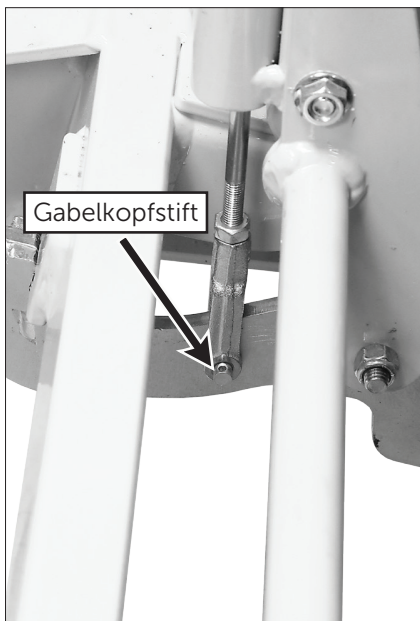
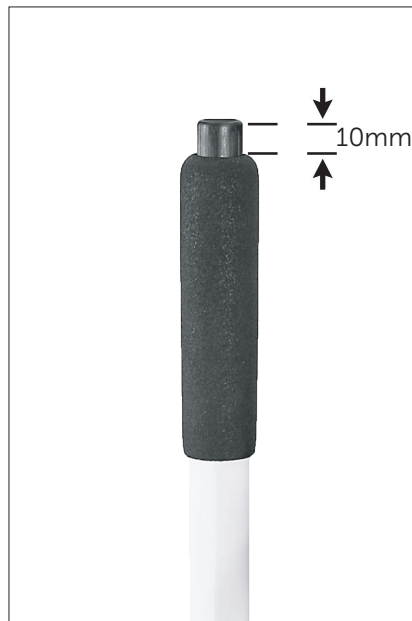
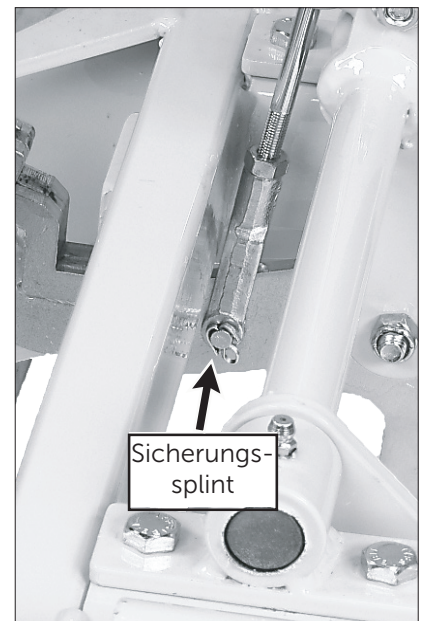

Abb. 3.3
Abb. 3.4
Abb. 3.5
8. Den Gabelkopf über dem Verriegelungsarm ausrichten (Abbildung 3.3) und den Gabelkopfstift einsetzen. Vergewissern Sie sich, dass bei eingesetztem Gabelkopfstift der Druckknopf für die Entriegelung des Hebels 10mm über den Hebegriff hinausragt. Stellen Sie den Gabelkopf oder die Knopfposition auf der Gewindestange ein, bis der Druckknopf wie in Abbildung 3.4 gezeigt positioniert ist. Setzen Sie den Splint ein und biegen Sie den Splint um (Abb. 3.5).